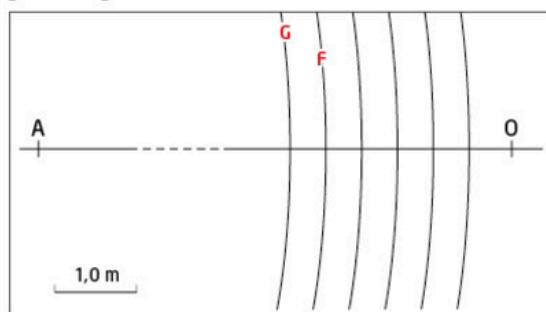
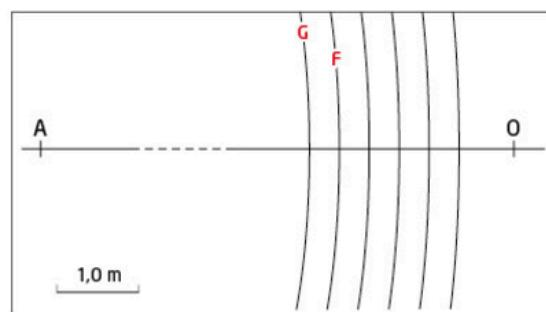

Figure 1
Figure 2
Les portions de cercles des figures 1. et 2. représentent les fronts de l'onde sonore (maxima de l'élongation) émise par un hélicoptère à un instant donné. Le point A représente l'hélicoptère. Dans le cas de la figure 1., l'hélicoptère est immobile. Dans le cas de la figure 2., il se déplace à la vitesse de valeur v_s constante le long de (AO) et vers l'observateur placé au point O. Les mouvements sont étudiés dans le référentiel terrestre.